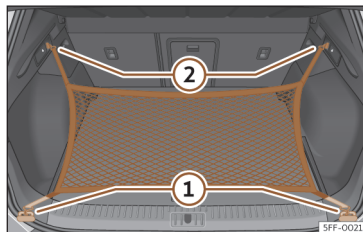

Fig. 193 Na bagageira: argolas ① e ganchos ② para fixar o saco de rede.
- Fixe os ganchos curtos da rede nas argolas de fixação >>> **Fig. 193 ① >>> ⚠.** O fecho de correr do saco deve ficar voltado para cima.
- Fixe as fitas nos ganchos para prender sacos **②.**